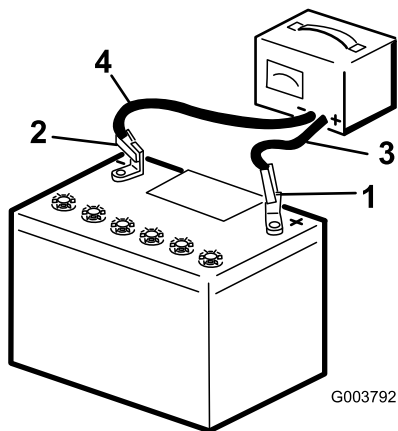

Рисунок 5
3. Подключите к аккумуляторной батарее зарядное устройство (Рисунок 5) и заряжайте батарею не менее часа при токе от 6 до 10 А. Не допускайте избыточного заряда аккумулятора.
4. После полной зарядки аккумулятора отсоедините зарядное устройство от электророзетки и штырей аккумулятора (Рисунок 5).